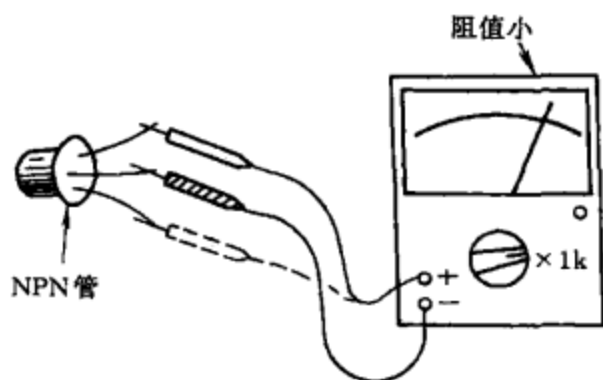

图 4-17
(1) 检测 NPN 管如图 4-17 所示, 先用黑表笔接某一引脚, 红表笔分别接另外两引脚, 测得两个电阻值。再将黑表笔换接另一引脚, 重复以上步骤, 直至测得两个电阻值都很小, 这时黑表笔所接的是基极 b。改用红表笔接基极 b, 黑表笔分别接另外两引脚, 测得两个电阻值都应很大, 说明被测三极管基本上是好的。